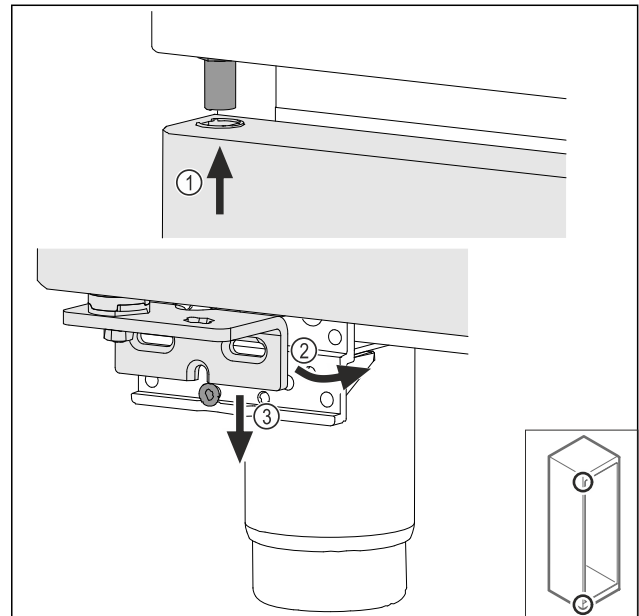

Fig. 37
► Enfiler la porte légèrement inclinée en haut Fig. 37 (1), redresser la porte Fig. 37 (2) et la poser en bas sur la vis du support de palier Fig. 37 (3).